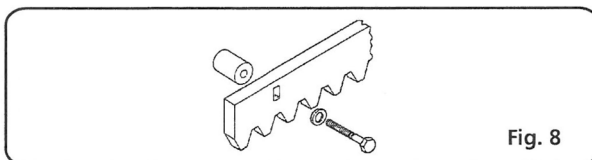

Fig. 8
3.4.2. SCREW-IN STEEL RACK (fig. 8)